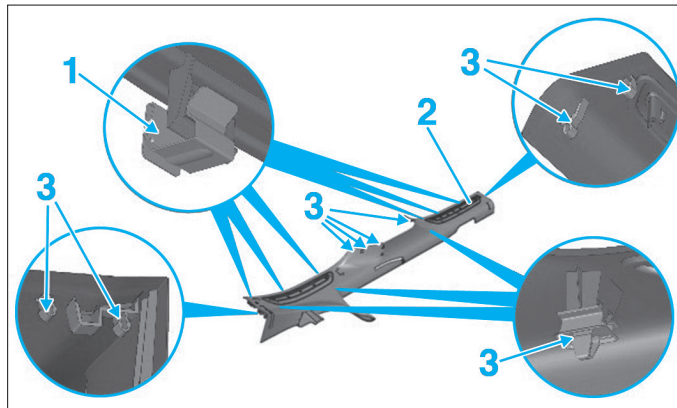

Fig. 22
- Dégager le joint d'entrée de porte en (1) (Fig.22).
- Dégager la garniture de seuil de porte (2) en (3).
- Déposer la garniture de seuil de porte (2).